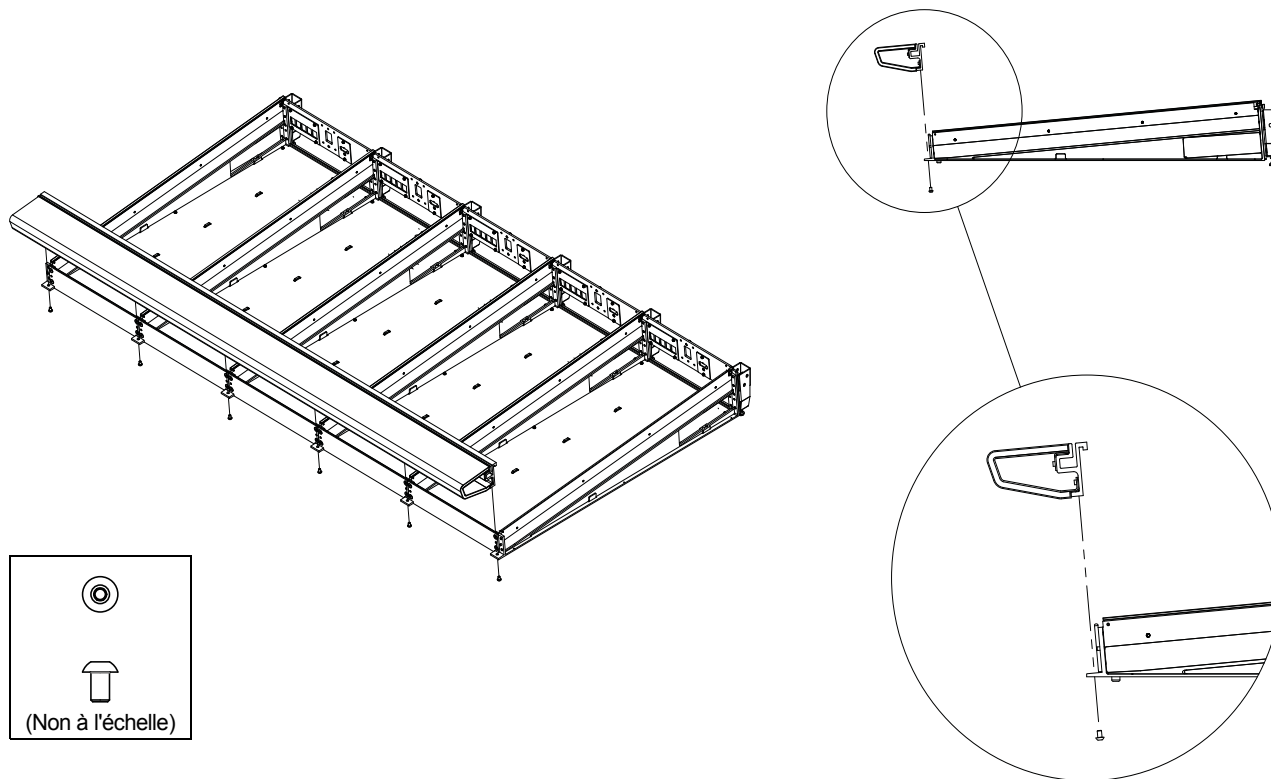

Figure 25. Montage du repose-poignets
- 4 Assurez-vous que le repose-poignets est correctement orienté et déposez-le soigneusement sur le bord de réception, le long du haut du bord avant du châssis, afin qu'il soit accroché en position, comme représenté sur la Figure 25.